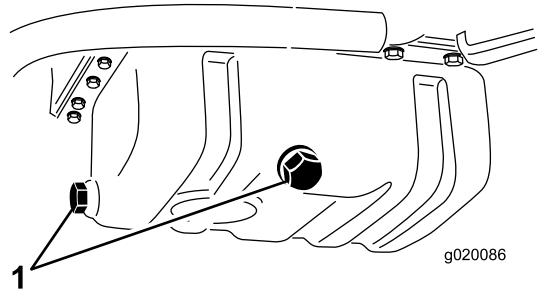

图 53
2. 拆下排油塞 (图 53)让油流入放油盘。油不再流时安装排油塞。